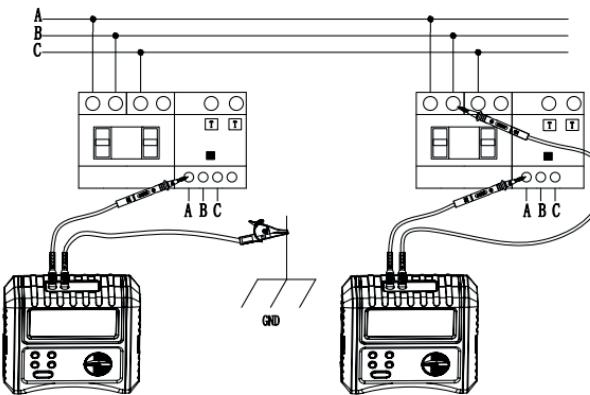

Рисунок 9.2
- Один конец зелёного провода с крокодилом — в "E" на тестере, другой — на землю; один конец красного щупа — в "L", другой — к выходной клемме УЗО (A, B или C). Нажмите "TEST". (см. рисунок 9.2 слева).
- Один конец зелёного щупа — в "E", другой — к клемме A, B или C; красный — в "L", второй конец — к выходной клемме B или C, A или C, и т.д. Нажмите "TEST". (см. рисунок 9.2 справа).